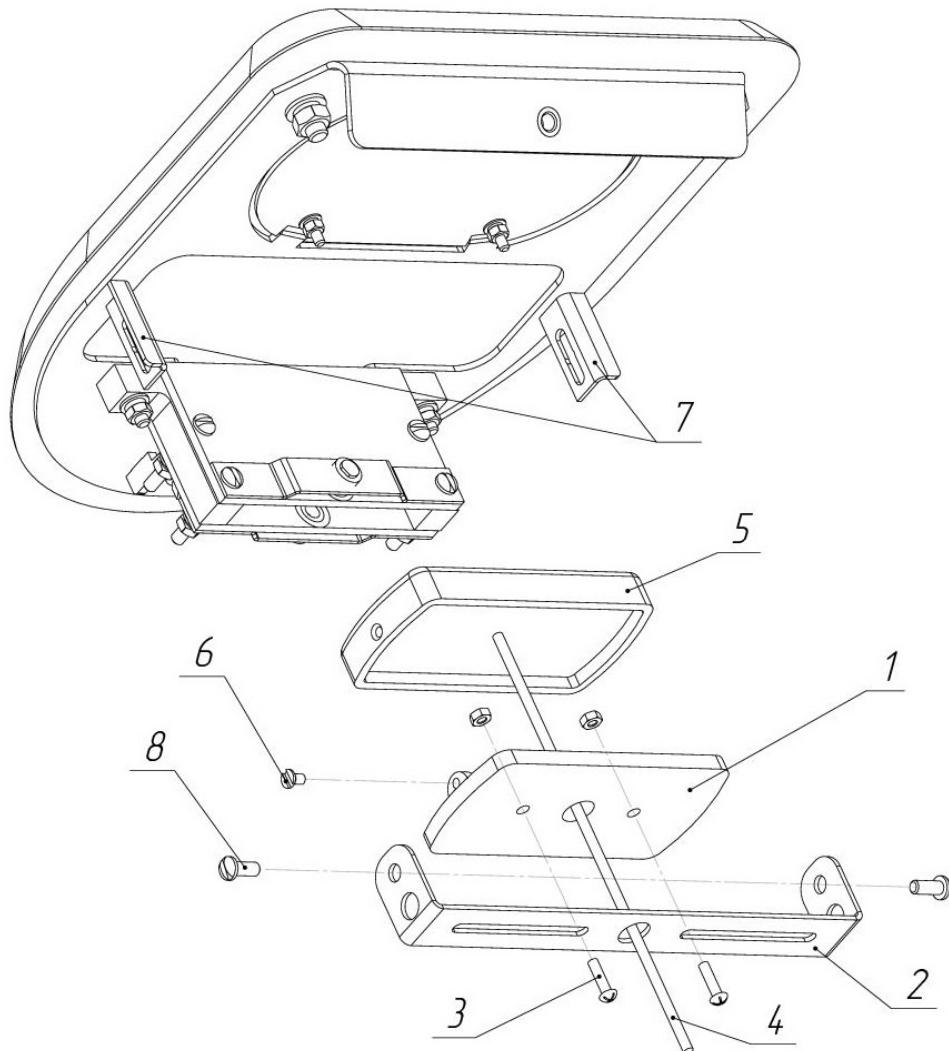
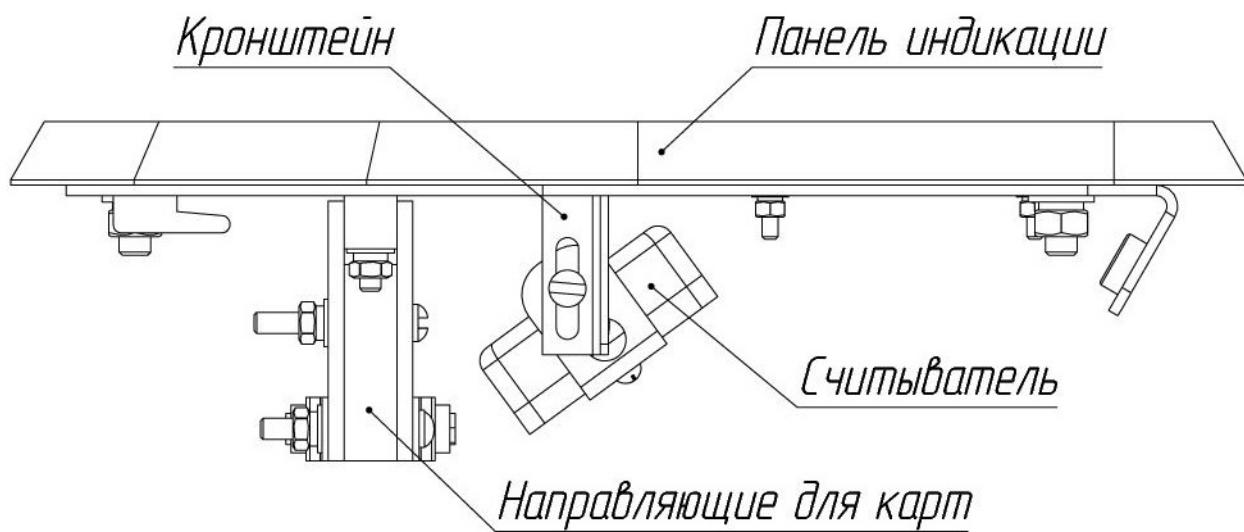

Рис. 16. . Схема установки считывателя бесконтактных карт
Рис. 17. Рекомендуемый вариант установки считывателя бесконтактных карт
6.5.3. Выкрутите 2 винта M4 (8, рис. 16) и снимите универсальный кронштейн для считывателей (2, рис. 16).
6.5.4. Разберите считыватель, выкрутив винт M3 (6, рис. 16), и установите его нижнюю часть (1, рис. 16) на кронштейн, используя крепеж два винта M4 с гайкой, гровер-шайбой и шайбой (3, рис. 16).
6.5.5. Заведите кабель считывателя (4, рис. 16) в отверстие кронштейна, установите верхнюю часть считывателя (5, рис. 16). Закрутите винт М3 (6, рис. 16).
6.5.6. Зафиксируйте кронштейн на держателях (7, рис. 16), используя винты М4 (8, рис. 16). Рекомендуется устанавливать считыватель под углом 40...50° к направляющим для карт (рис. 17). В этом случае гостевые и постоянные карты будут считываться одинаково хорошо.